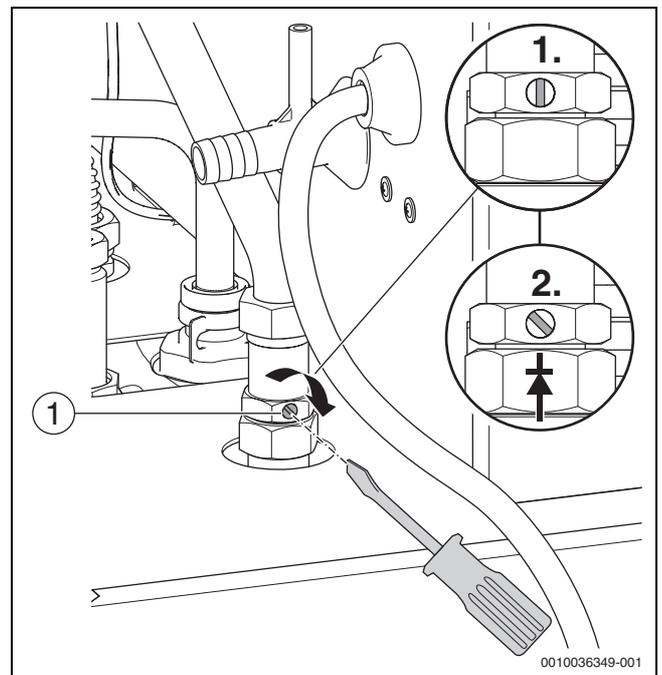

Bild 28 Rückschlagventil manuell öffnen ([1.] = offen; [2.] = geschlossen)
- ▶ Mit einem Schraubendreher die Schraube (→ Bild 28, [1]) in Mittelstellung (senkrecht = offen) bringen [1.].